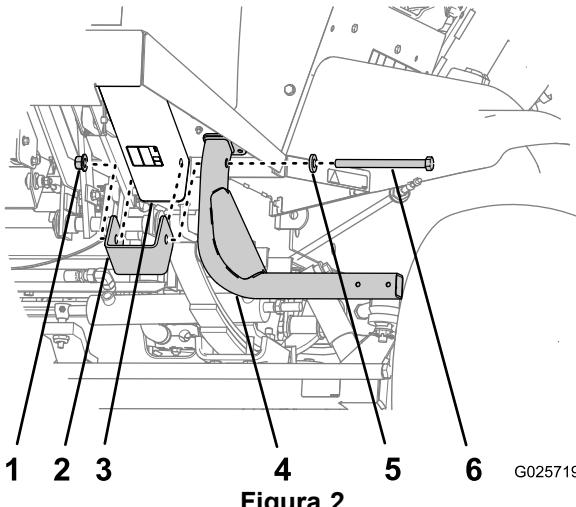

Figura 2
1. Nella parte anteriore della macchina, allineate i fori sulla staffa distanziale con i fori nel tubo anteriore del telaio (Figura 2).
2. Allineate i fori sul supporto del gradino con i fori sulla staffa distanziale e sul tubo anteriore (Figura 2).
3. Fissate il supporto del gradino e la staffa distanziale al tubo del telaio con un bullone a testa esagonale (1/2 x 6 poll.), un dado di bloccaggio e una rondella (Figura 2).